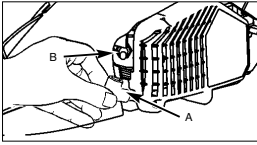

Abb. 21
2. Entnehmen Sie die Abdeckung, indem Sie die Abdeckungsbefestigungsschrauben lösen (Abb. 21).
3. Ziehen Sie das Zündkabel (A) durch Ziehen und gleichzeitiges Drehen von der Zündkerze (B) ab (Abb. 21).